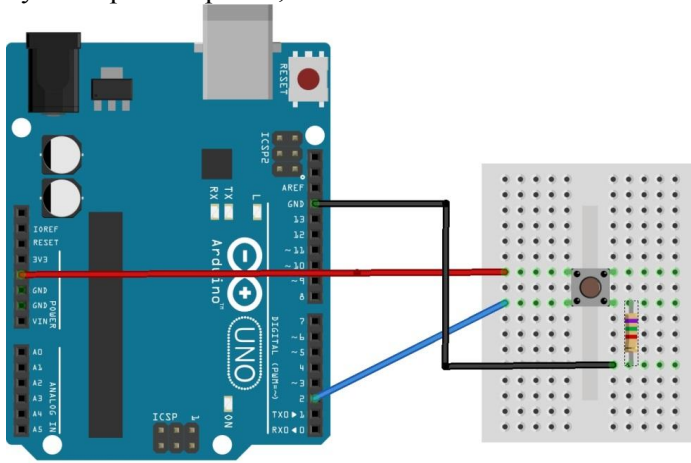

Рис. 1.3. Підключення кнопки до Arduino Uno
3. Ознайомитись зі схемою підключення механічної кнопки (рис. 1.3). Зібрати її на макетній платі. Використати підтягуючий резистор на 7,5 кОм.